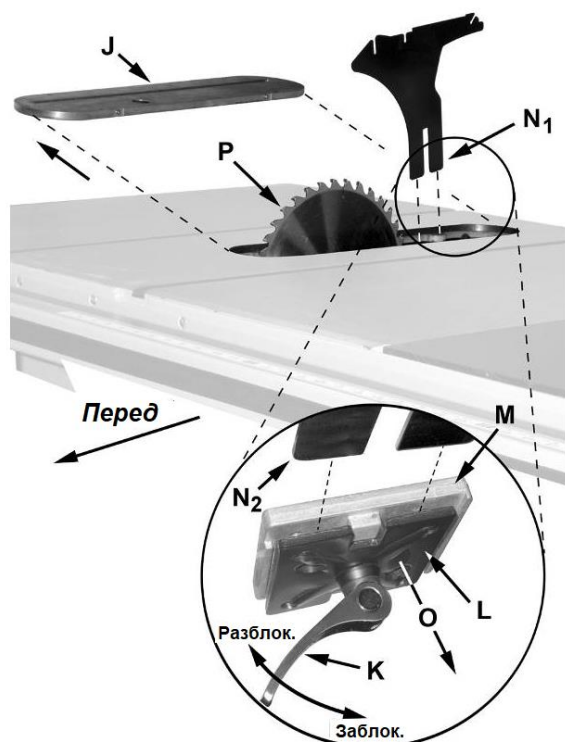

Рис. 8
4. Поверните оправку, чтобы совместить *паз* (C) с *фиксатором оправки* (D).
5. Нажмите на *фиксатор* (D) в направлении, указанном стрелкой, чтобы он попал в *паз* (C) на *оправке*. Одновременно с этим открутите *гайку оправки* (A), при необходимости ослабив ее с помощью 27 мм гаечного ключа.
6. Снимите *прижимную шайбу* (B).
7. Установите пильный диск так, чтобы зубья в его верхней части были обращены к передней части станка. Если вы не уверены в правильности направления зубьев, проверьте его по Рис. 8.
9. Извлеките *фиксатор* (D) из оправки и затяните *гайку* (А) с помощью 27 мм гаечного ключа.
См. Рис. 8:
3. Снимите вставку стола (J).
4. Разблокируйте запорную рукоятку (K) под столом, доступ к которой возможен только через отверстие для установки вставки стола (Рис. 8, выносной вид).
5. Подпружиненный подвижный зажим (L) отойдет (O) от неподвижного (M), образуя зазор между ними.
6. Вставьте расклинивающий нож нижней частью (N1, N2) до конца в зазор между зажимами (L, M). Затем заблокируйте рукоятку (K).
7. Установите на место *вставку стола* (J). Пильный диск и расклинивающий нож должны выступать из паза вставки стола.
Зажимы (L, M, Рис. 8) отрегулированы на заводе-изготовителе, поэтому дополнительная регулировка защитного ограждения пильного диска и расклинивающего ножа не требуется. Однако, **очень важно, чтобы расклинивающий нож был выровнен с пильным диском.** Перед работой на станке прочтите раздел *"Регулировка расклинивающего ножа"* (стр. 14). При необходимости произведите его регулировку.